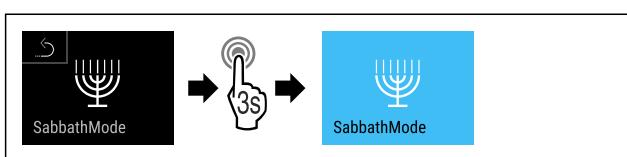

Fig. 14
- Provedte kroky postupu (viz Fig. 14).